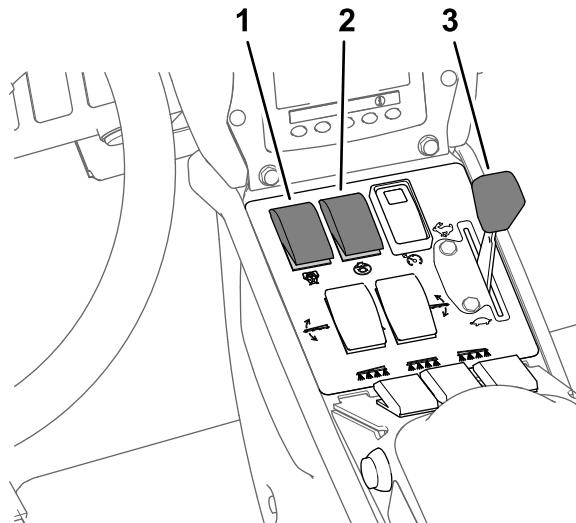

Figura 43
7. Spostate l'interruttore della pompa in posizione di ACCENSIONE (Figura 43).
6. Spostate l'interruttore dell'agitazione in posizione di SPEGNIMENTO e impostate l'acceleratore in posizione VELOCE (Figura 43).